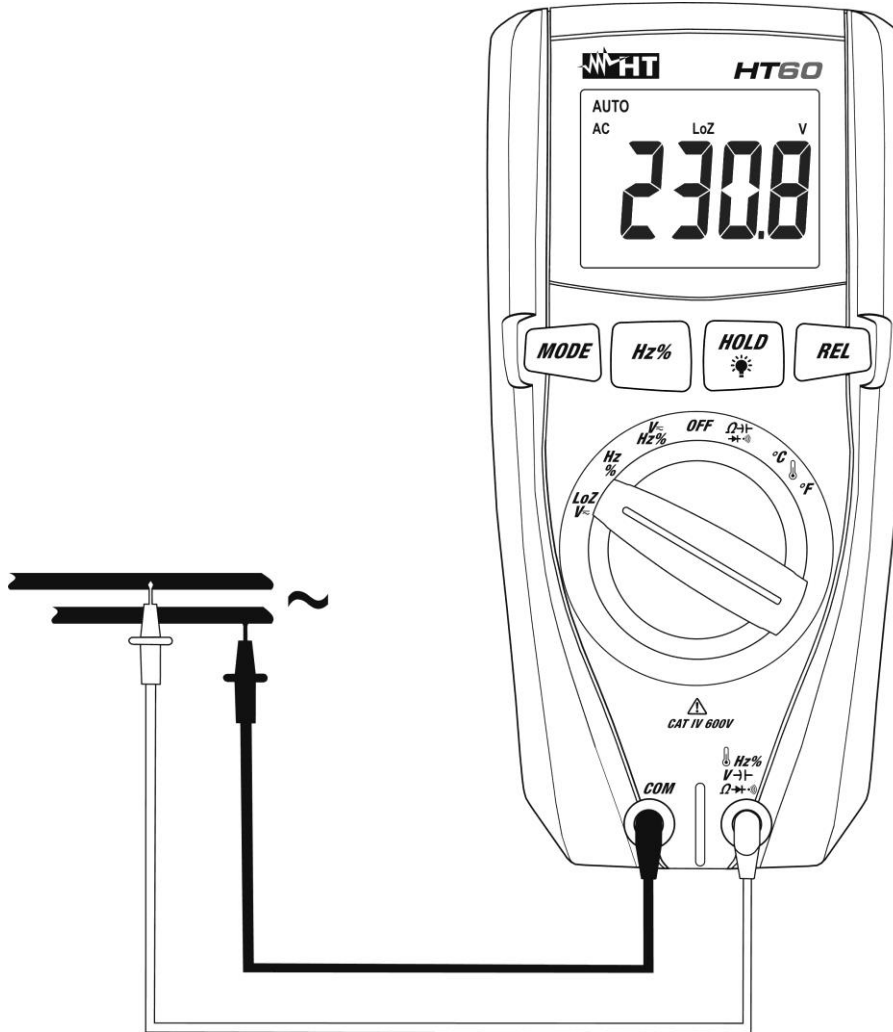

Fig. 4: Uso del instrumento para medida de Tensión CA/CC con función LoZ
4. Posicione la punta roja y la punta negra respectivamente en los puntos deseados del circuito en examen (vea Fig. 4) para la medida de tensión CA o en los puntos a potencial positivo y negativo del circuito en examen (vea Fig. 2) para la medida de tensión CC. El valor de la tensión se muestra en pantalla